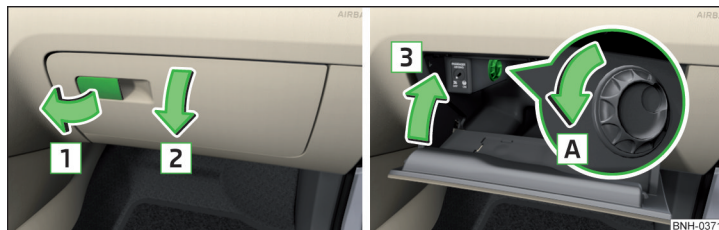

Fig. 72 Deschiderea/închiderea compartimentului de depozitare și deschiderea admisei aerului
- Trageți mânerul în sensul săgeții **1** » fig. 72.
➤ Rabatați capacul în sensul săgeții **3**, până când se fixează cu declic » fig. 72.
- Prin rotirea comutatorului rotativ în sensul săgeții **A** până la capăt se **deschide** alimentarea cu aer » fig. 72.